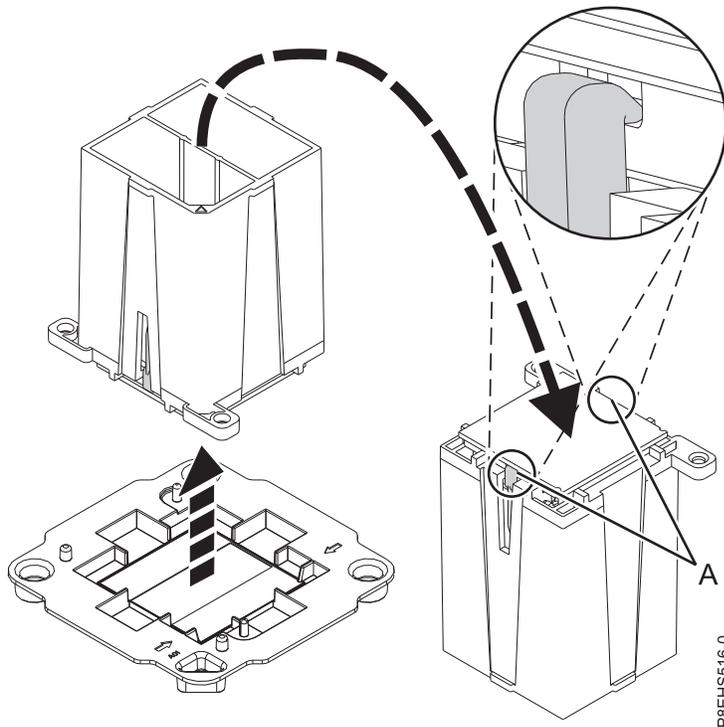

Figura 98. Preparando a instalação do módulo de processador do sistema
- b. Assegure-se de que ambos os encaixes (A) estejam prendendo firmemente o módulo de processador do sistema, conforme mostrado em Figura 98.